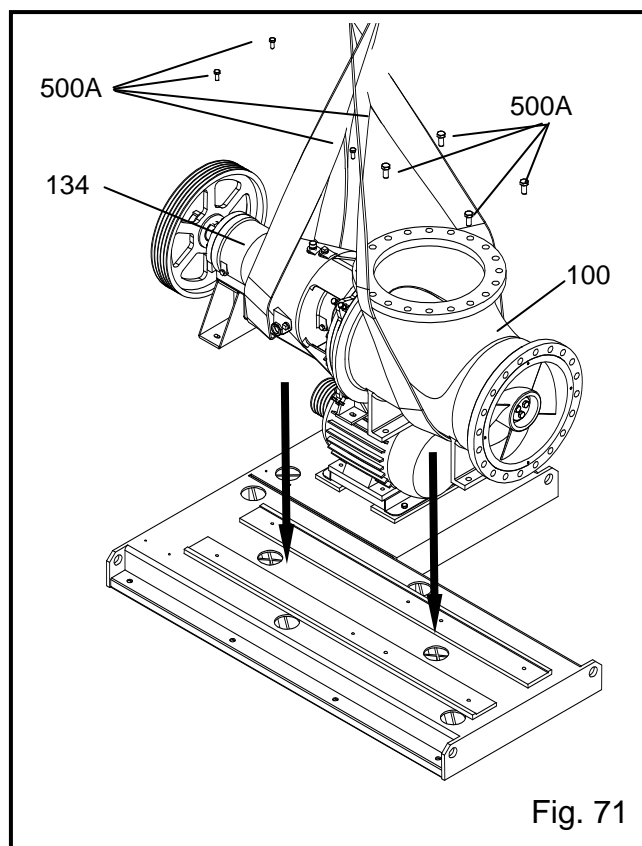

Fig. 71
21. Lever la pompe en position sur le socle secondaire à l'aide d'une grue. Prendre garde à ne pas endommager la pompe en heurtant des poutres ou parois pouvant se trouver à proximité. Si des cales se trouvaient sous les pieds du boîtier de roulement au démontage, les reposer à ce moment. Poser la pompe sur les vis (500A) de socle secondaire et déposer les sangles ou chaînes de levage autour du boîtier de roulement (134) et du coude (100), voir Fig. 71.